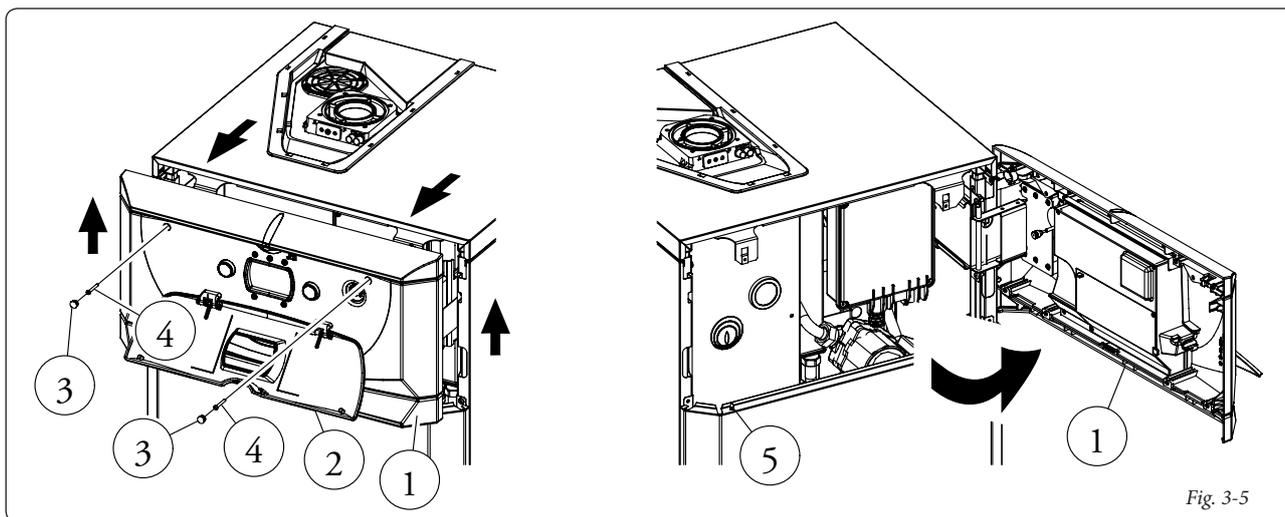
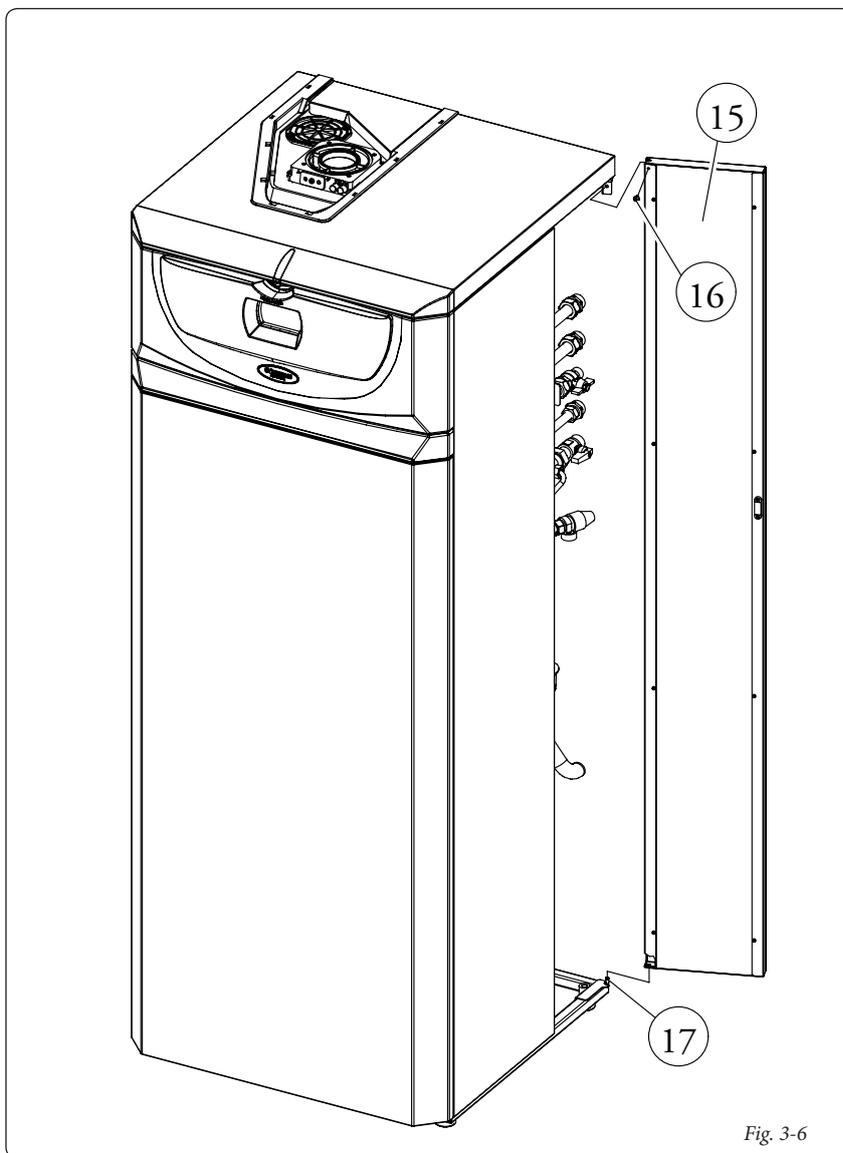
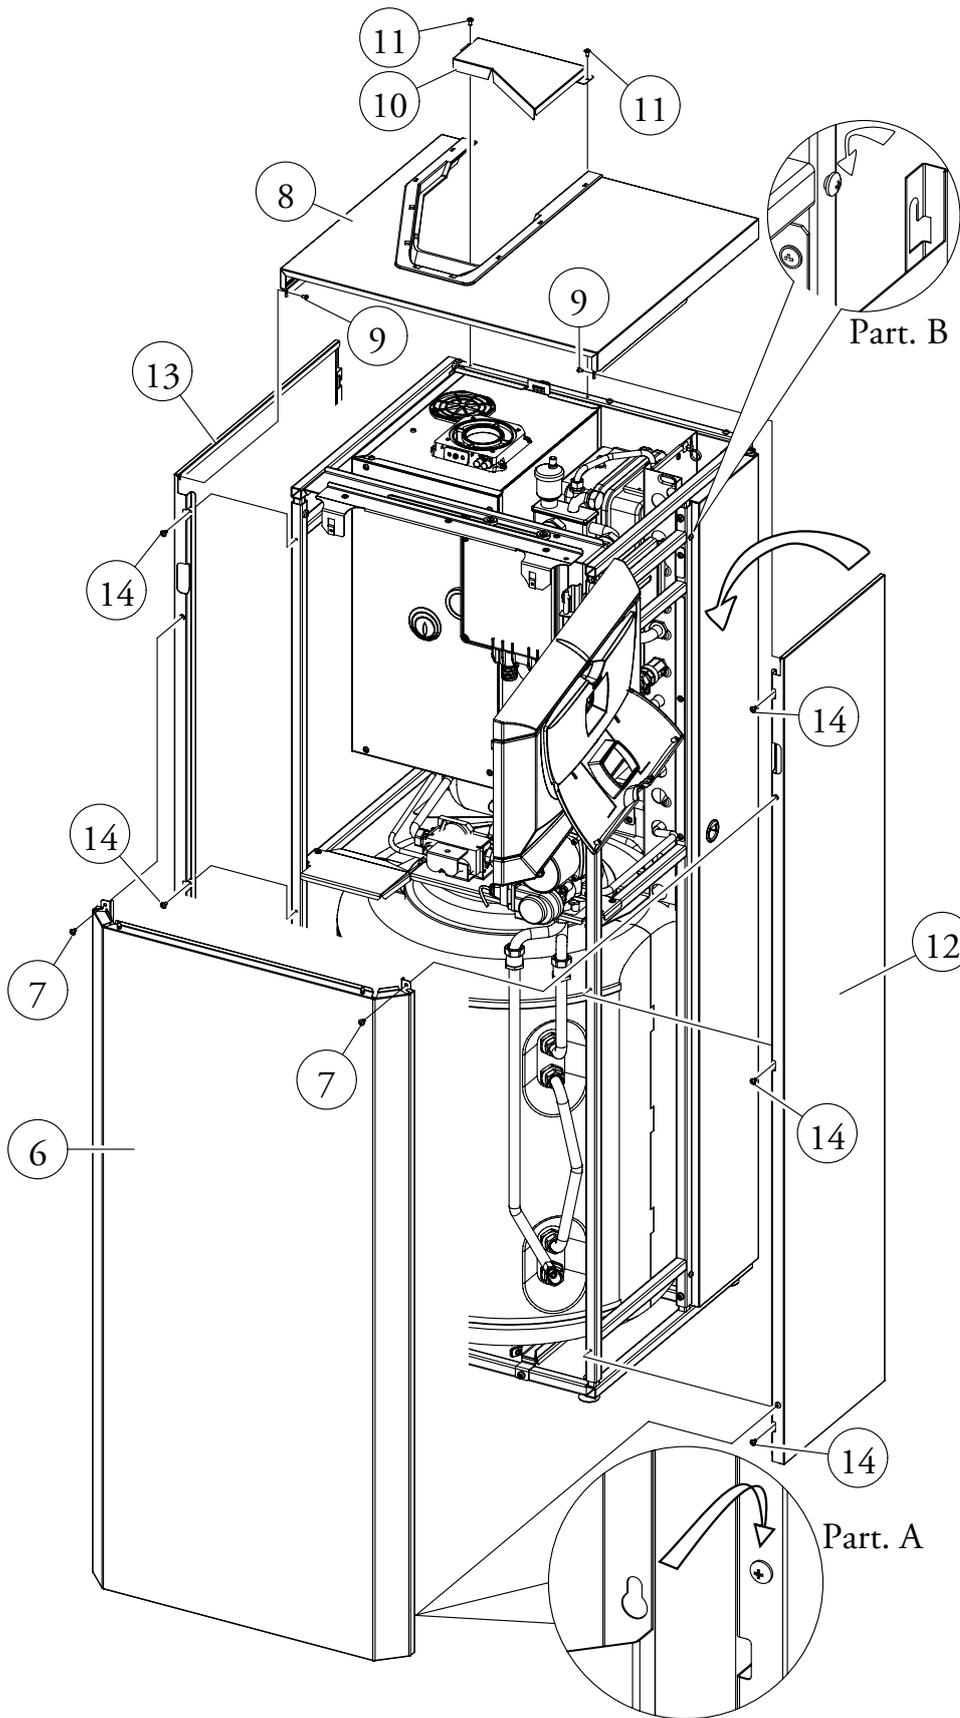

Fig. 3-5
Fig. 3-6
Fig. 3-7
- Apertura cruscotto (1) (Fig. 3-5).
- Aprire il portello (2) premendo al centro dello stesso per farlo basculare.
- Togliere i tappi di protezione in gomma (3) e svitare le due viti (4).
- Sollevare il cruscotto prendendolo dai fianchi per farlo uscire dai perni di fissaggio (5).
- Smontaggio portello laterale (Fig. 3-6).
- Aprire il portello (15) facendolo ruotare di almeno 90° verso l'esterno.
- Togliere la vite (16) nello spigolo in alto del portello (15).
- Sbloccare il portello (15) dalla squadretta appena liberata dalla vite (16) inclinandolo verso l'esterno e sfilandolo dal perno inferiore (17).
- Smontaggio mantello (Fig. 3-7).
- svitare le viti frontali (7), spingere leggermente verso l'alto la facciata (6) in modo da liberarla dalle asole di fissaggio inferiori e tirarla verso se stessi (part. A);
- smontare il semicoperchio anteriore (8) svitando le viti interne (9), tirare verso se stessi il coperchio per sganciarlo dalle viti con battuta poste nel lato posteriore e quindi sollevare il coperchio.
- smontare il semicoperchio posteriore (10) (non indispensabile) svitando le due viti (11).
- smontare i due fianchi mantello (12 e 13) svitando le viti (14) presenti (3 per ogni fianco) successivamente spingere leggermente verso l'alto in modo da liberare il fianco dalla propria sede e tirarlo verso l'esterno (part. B).